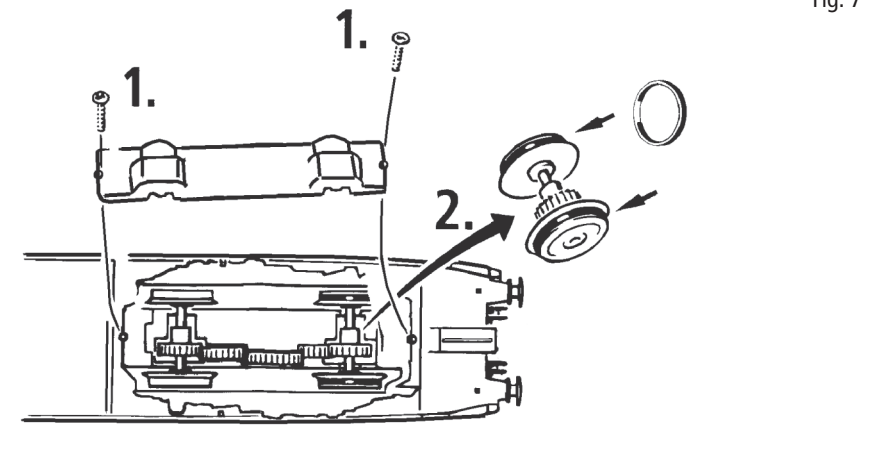

Fig. 8
2. Schmierung: Versehen Sie die im Schmierplan in Fig. 8 gekennzeichneten Stellen mit nur **kleinen Öltropfen**. Dazu zuerst das Lokgehäuse abnehmen (Fig. 3). Wir empfehlen den **ROCO Öler Art.-Nr. 10906**. Fürs Schmieren der Getriebeteile (Zahnräder, Schnecke) empfehlen wir das **ROCO-Spezialfett Art.-Nr. 10905**. Im Falle der Schmierung diese Teile **nicht ölen**.
2. Lubrication: Apply **tiny oil drops** to spots marked in fig. 8. Prior to lubrication dismantle locomotive (fig. 3). We recommend using item no. **10906, Roco oiler**. For lubrication the gearparts (e.g. cogwheels, worm) we would recommend our Roco **special grease** (item no. **10905**). **Attention:** Please do not oil these parts when using our grease.
2. Graissage: N'appliquez **qu'une toute petite goutte** aux endroits indiqués par le plan de graissage (fig. 8) après avoir démonté la caisse de la locomotive (fig. 3). Nous vous recommandons le **graisseur à huile Roco réf. 10906**. Pour graisser les engrenages (roues dentées, vis sans fin) nous vous conseillons la **graisse spéciale Roco réf. 10905** pour engrenages en matières synthétiques. Lorsque vous utilisez cette graisse il faut éviter d'huiler ces composants.